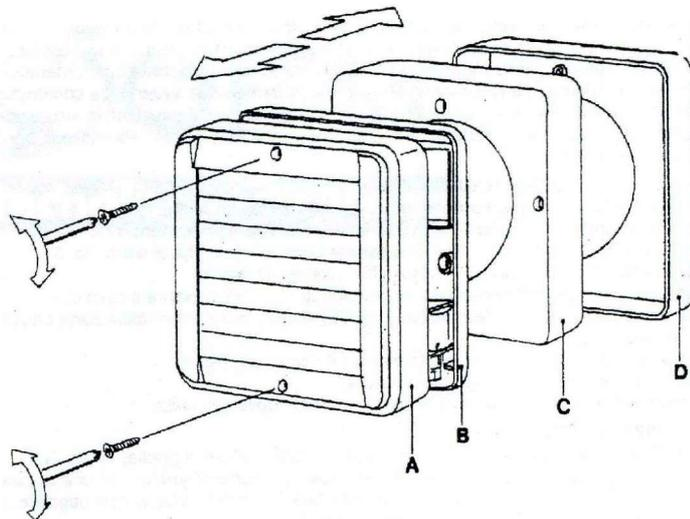

Fig. 1
- 1) Smontate l'apparecchio svitando le viti poste sulla serranda A (fig. 1).
- 1) Dismantle the fan into its four main components (Fig. 1).
- 1) Démontez l'appareil (Fig. 1).
- 1) Das Gerät zerlegen (Abb. 1).
- 1) Demonteer de ventilator in de vier basisonderdelen (fig. 1).
- 1) Skrue i fronten fjernes, således at ventilatorens 4 hoveddele kan afmonteres (fig. 1).